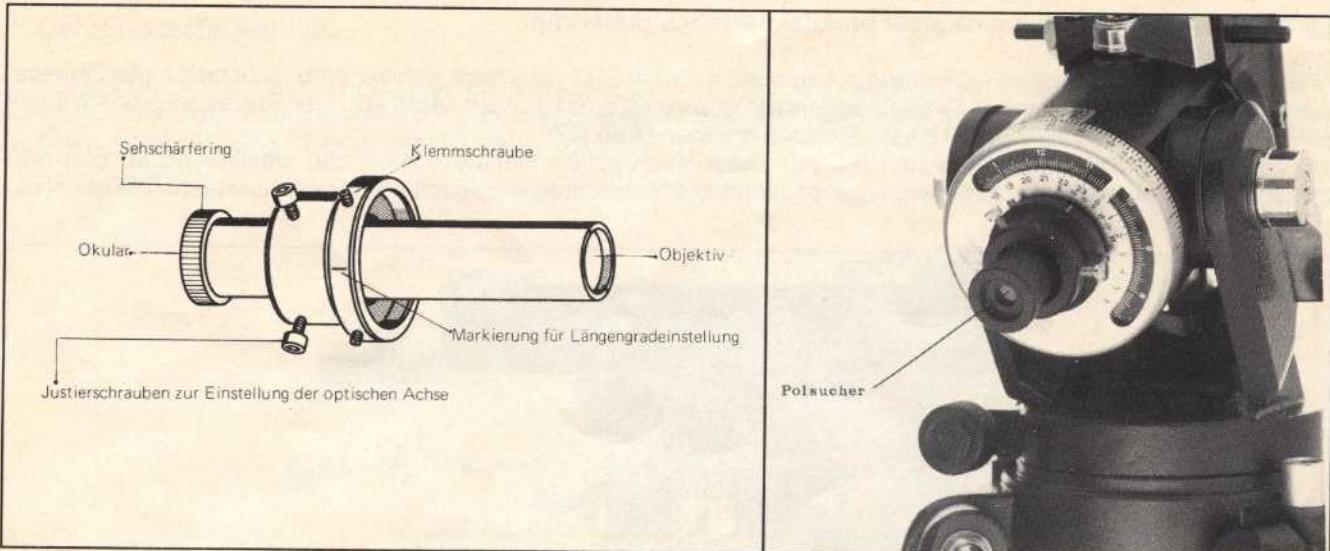
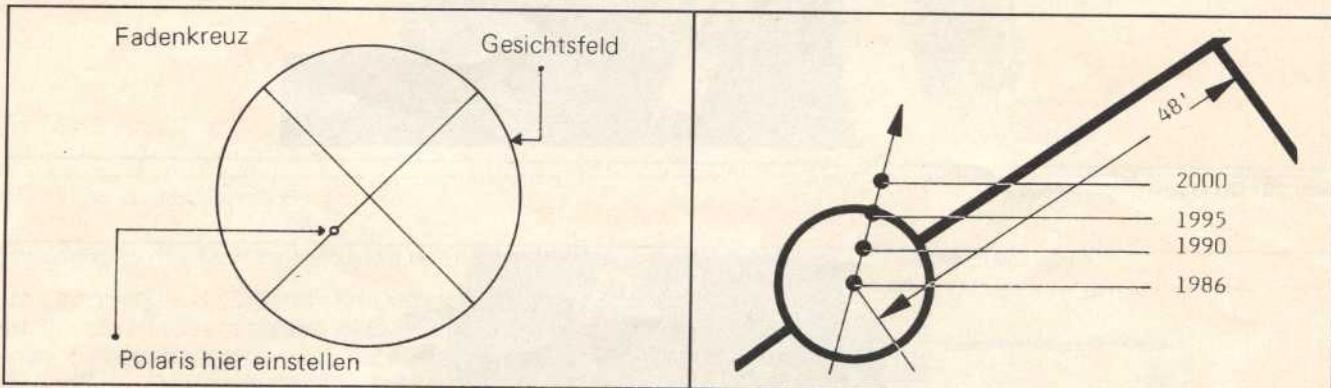
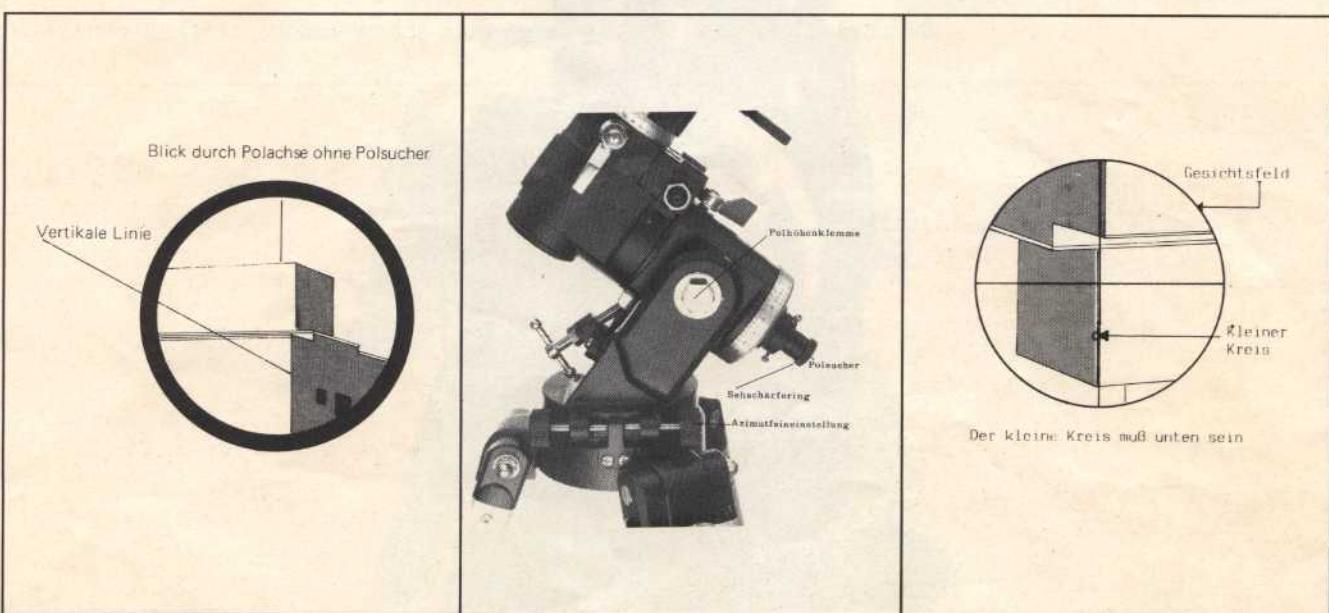

Abb. 28, Abb. 29: Aufbau und Einbau des Polsuchers
Abb. 30, Abb. 31: Das Fadenkreuz des Polsuchers
Abb. 36, Abb. 37, Abb. 38: Ausrichtung an einer senkrechten Linie
Der Polsucher ist ein kleines Linsenfernrohr mit 3,5facher Vergrößerung und 6 Grad Bildwinkel, das in die Polachse (Stundenachse) der Montierung eingesetzt wird (Abb. 28, Abb. 29). Blickt man durch sein Okular, so erkennt man einen großen Ring mit 48 Bogenminuten Radius, der den Abstand des Polarsterns vom Himmelspol im Jahre 1986 darstellt (Abb. 30). Abb. 31 zeigt einen Ausschnitt von Abb. 30. Darin ist die mit der Präzession verbundene Ortsänderung des Polarsterns angegeben. Im allgemeinen ist es für mehrere Jahre ausreichend, den Polarstern genau in die Mitte zu stellen. Sitzt der Polarstern in der Mitte des 6 Bogenminuten großen Kreises, so erreicht man eine Einstellgenauigkeit von ca. 3 Bogenminuten. Das genügt völlig, um langbelichtete Astroaufnahmen ohne häufige Korrekturen in Deklination nachzuführen zu können.
g) Drehen Sie den Sehschräfering des Polsuchers, bis Sie das Fadenkreuz scharf sehen (Abb. 28).
h) Visieren Sie durch den Polsucher nun eine senkrechte Linie in mehr als 100 m Entfernung an (Abb. 36). Zur Einstellung des Objekts benutzen Sie die Polhöhen- und Azimutfeineinstellungen. Die Rektaszensionsklemme muß dabei fest angezogen bleiben. Danach ziehen Sie die Polhöhenklemme und die Azimutfeineinstellung fest an (Abb. 37). Lösen Sie nun die drei Justierschrauben zur Einstellung der optischen Achse des Polsuchers (Abb. 28) gerade so weit, daß Sie den Polsucher in seiner Halterung drehen können. Der Faden mit dem kleinen Kreis (Abb. 38) muß genau parallel zu der bereits eingestellten senkrechten Linie stehen. Achten Sie darauf, daß der kleine Kreis im Fadenkreuz unten steht. Die drei soeben gelockerten Justierschrauben am Polsucher können nun vorsichtig angezogen werden.
- Setzen Sie den Polsucher in die Polachse ein und ziehen Sie die drei Imbusschrauben zur Klemmung an (Abb. 28).